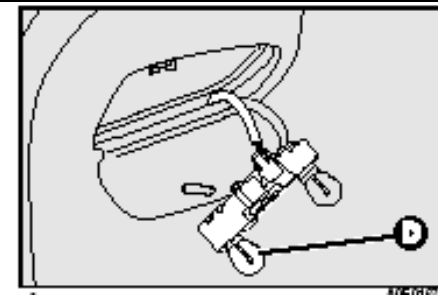

рис. 35
- Извлечь и заменить нужную лампу, слегка надавив на нее и повернув против часовой стрелки **рис.35**: